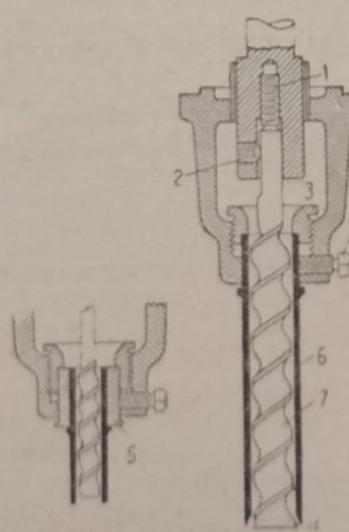

Рис. 1
Правильная установка сверла и долота достигается таким образом (рис. 1).
3. Установленное долото закрепляется болтом (4).
4. Долото должно устанавливаться так, чтобы режущая кромка сверла выступала за режущую кромку долота на 0,8 мм (рис. 1)